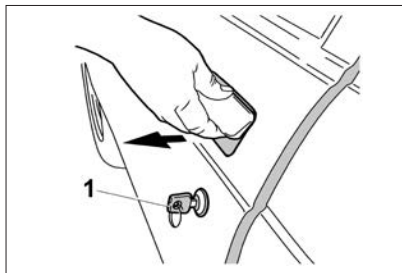
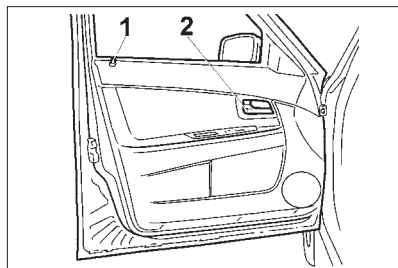

Рис. 4. Открытие двери
Рис. 6. Передняя левая дверь
Передние двери блокируются: снаружи – поворотом ключа 1 (рис. 4, 5) или нажатием кнопки блокировки  на пульте дистанционного управления; изнутри – нажатием на кнопку 1 (рис. 6, 7, 8) на обивке
- снаружи – за ручку в направлении стрелки (рис. 4, 5);
- изнутри – поворотом на себя рукоятки 2 (рис. 6, 7).